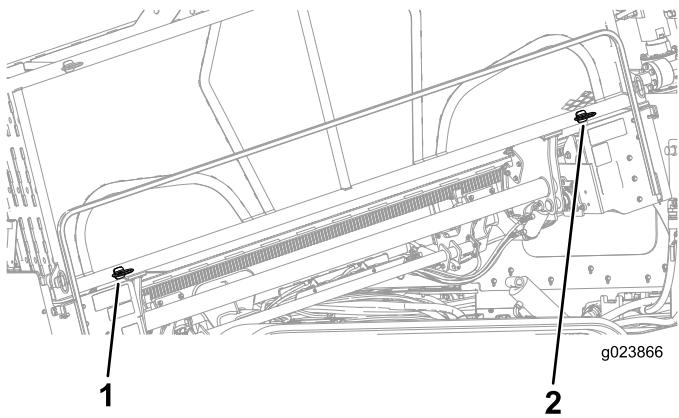

**Figura 71**
5. Presione hacia abajo la palanca trasera de enganche de la plataforma del operador y gire la plataforma hacia afuera a la posición deseada, asegurándose de que se bloquea en su lugar (Figura 71).